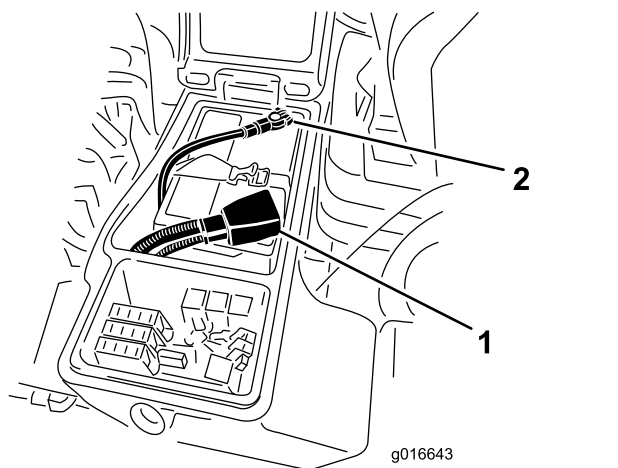

Рисунок 97
6. Подсоедините положительный кабель (красный) к положительной клемме (+), а отрицательный кабель (черный) – к отрицательной (–) клемме аккумуляторной батареи (Рисунок 97).